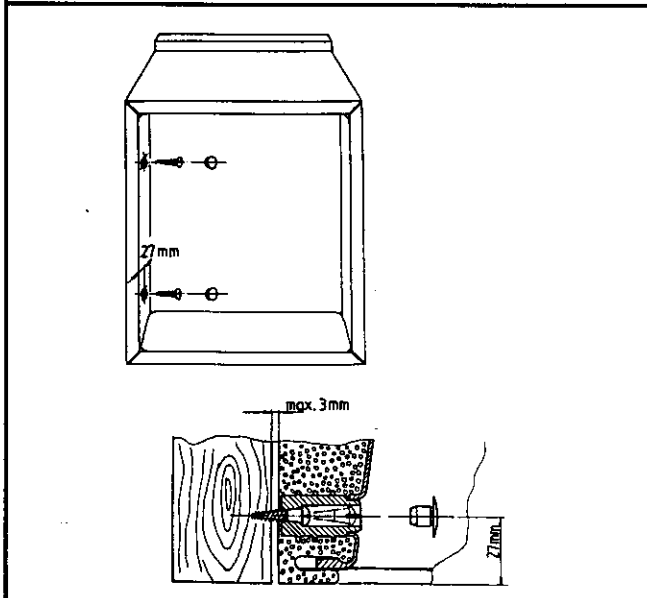

Fig. 8
*01.05.92 ... In de zijwanden van de koelkast zitten vier kunststof bussen waar schroeven in liggen waarmee de kast kan worden vastgezet in het inbouwwak (fig. 8). De zijwanden van het inbouwwak en/of de verstevigingslijsten voor het vastzetten van de kast moeten zo worden gemaakt dat de schroeven goed vast blijven zitten, ook bij de krachten waaraan de kast tijdens de rit worden blootgesteld.*